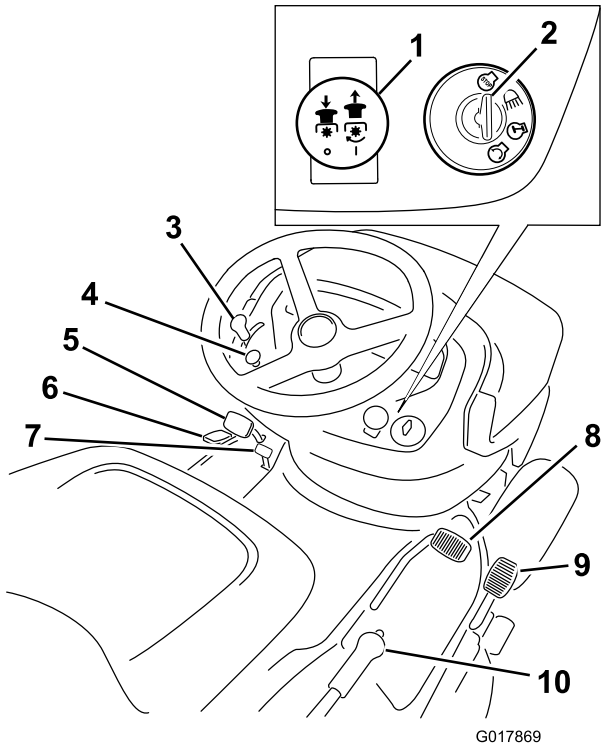

Figure 4
Avant de mettre le moteur en marche et d'utiliser la machine, familiarisez-vous avec toutes les commandes (Figure 4).
1. Appuyez sur la pédale de frein (Figure 4) et maintenez-la enfoncée.
1. Enfonchez la pédale de frein (Figure 4).
2. Tirez la commande des lames (PDF) en position Engagée (Figure 4).
2. Poussez le bouton de commande des lames (PDF) en position Désengagée (Figure 4).
4. Désengagez la commande des lames (PDF) (voir Figure 4).